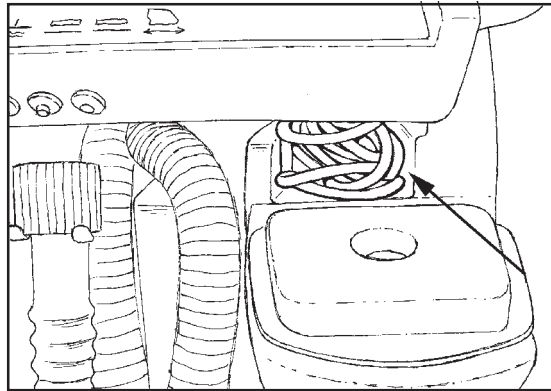

Рисунок 29
2. Храните шнур электропитания переменного тока в отсеке для хранения (смотрите рис. 29).